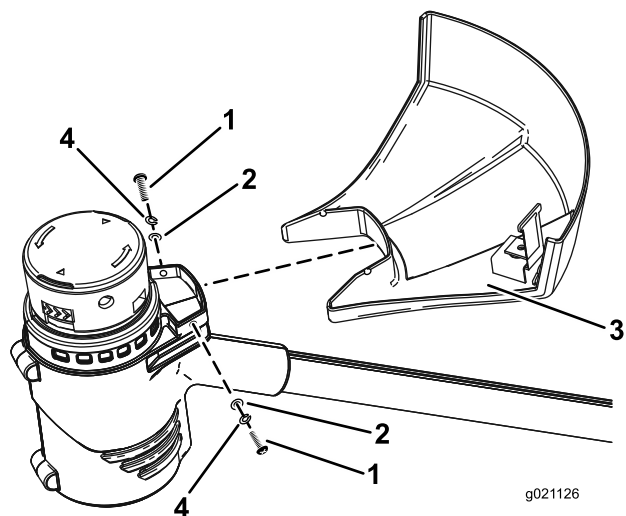

Figure 3
1. Retirez les 2 vis cruciformes et les 4 rondelles collées sur le déflecteur (Figure 3).
2. Glissez le déflecteur sur la base de la débroussailleuse, comme illustré à la Figure 3.